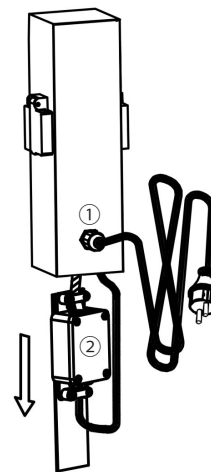

Bild 1
Bild 1: Die Kabelverschraubung ① lösen und die Anschlussbox ② herausziehen. Die 4 Schrauben der Anschlussbox ② lösen, die Box öffnen und das Kabel mit Stecker entfernen. Bei Anschluß an eine Anschlussdose kann auch nur der Stecker entfernt werden.